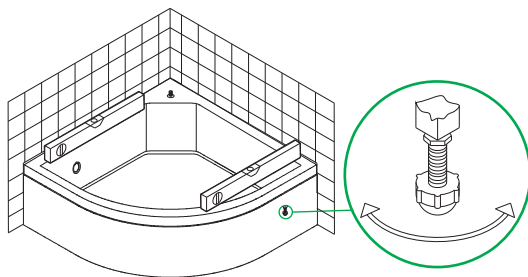

Рис. 4 / 4-суп.
2. Установите поддон в горизонтальном положении, используя уровень и регулировку ножек поддона (рис. 4).